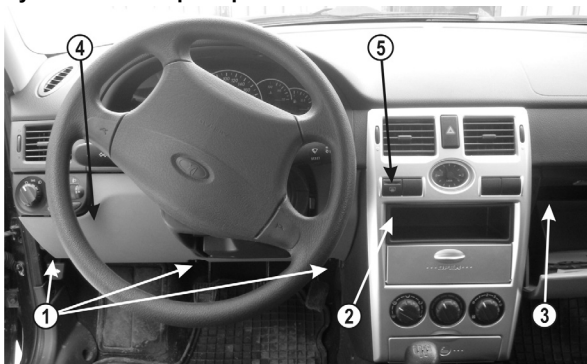

Рис.1 Вид на панель приборов.
ВНИМАНИЕ! Перед установкой тщательно изучите данную схему (см. **Рис.1**).
4.1 Поверните на 90° три замка (поз.1, **рис.1**)
крышки блока предохранителей, снимите крышку (поз.4, **рис.1**) блока предохранителей.
4.2 Извлеките контейнер (поз.2, **рис.1**) или выньте автомагнитолу, отсоединив колодки.
4.3 Извлеките кнопку (поз.5, **рис.1**) выключателя обогрева заднего стекла.